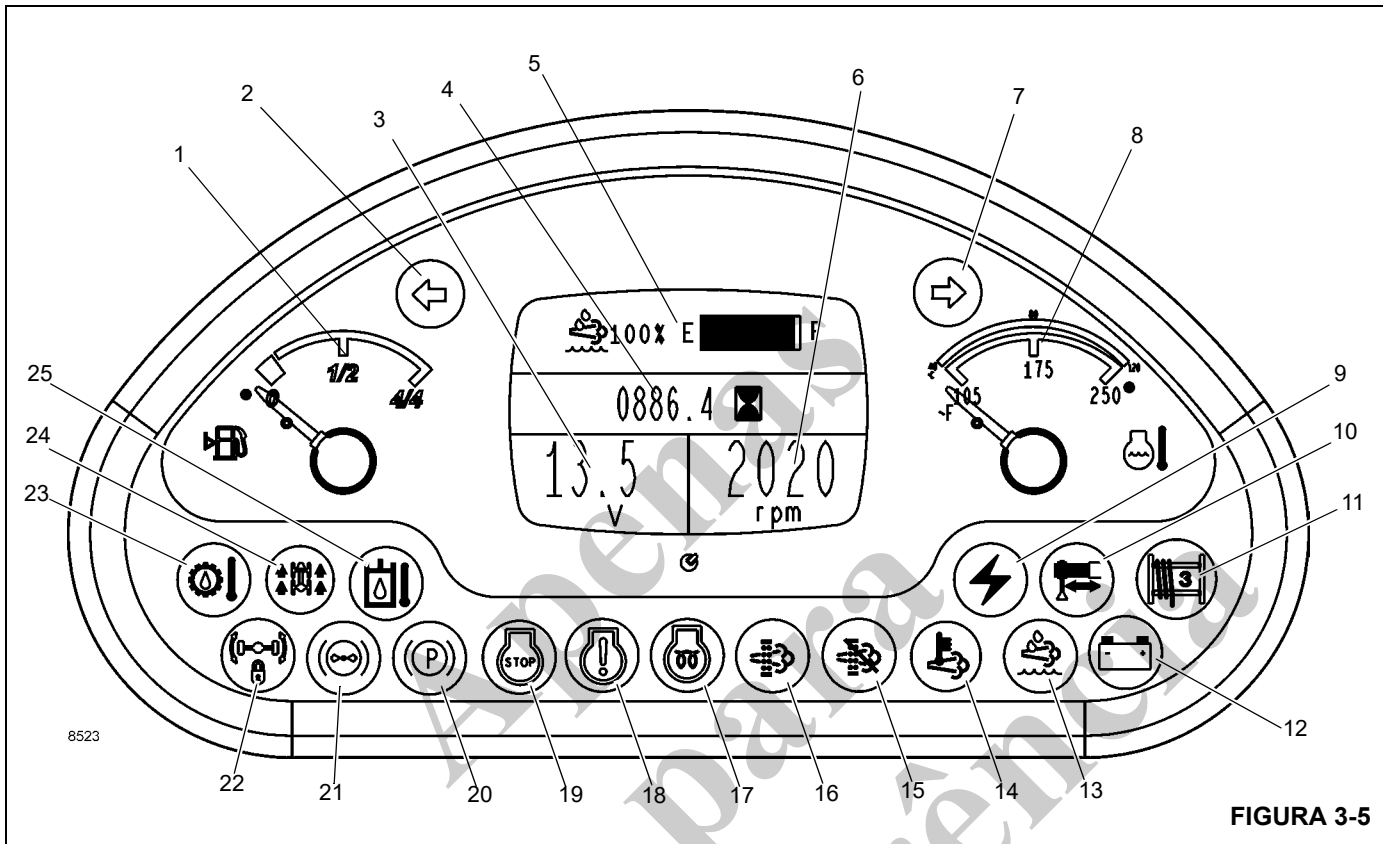

FIGURA 3-5
(Figura 3-5) Números dos itens
O indicador de combustível (1) (Figura 3-5) indica a quantidade de combustível no tanque em uma escala calibrada de 0 (vazio) a 4/4 (cheio). O medidor de combustível recebe um sinal de uma unidade de transmissão no tanque de combustível.
Inibir o indicador de limpeza do sistema de escape (15, Figura 3-5) acende em âmbar quando a chave de limpeza do sistema de escape está na posição INHIBIT (Inibir).
Se a condição persistir, a luz de parada (17, Figura 3-5) piscará para alertar o condutor de que o motor deve ser desligado e o problema solucionado antes de ligar novamente o motor.